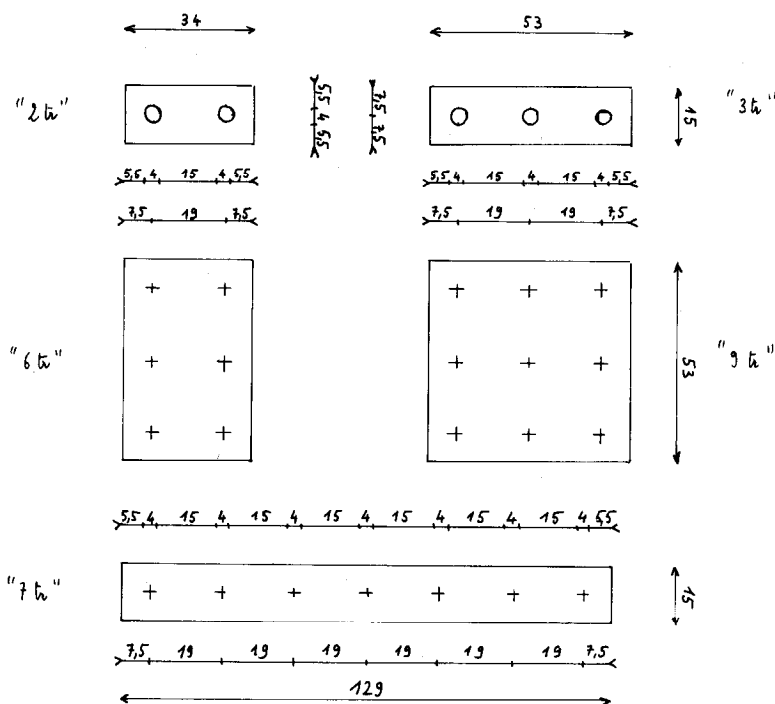

Fig. 7
1. Désignation et dimensions des barrettes (voir fig. 7).